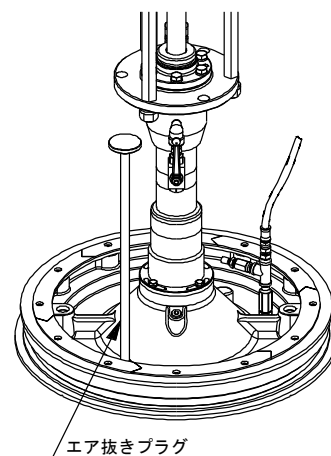

Fig.8
7. 切換スイッチを『可動』と『下降』にし、インダクタープレートをドラム缶の中に入れてください。その際、ドラム缶の中に入りにくい場合は、切換スイッチを『下降⇄加圧』に2~3秒間隔で切り換えながら下降させてください。インダクタープレートのエア抜き穴からドラム缶内の液材が出てきたら、切換スイッチを『下降』に戻して、エア抜きプラグ (Fig.8) を取り付け、確実に閉めてください。